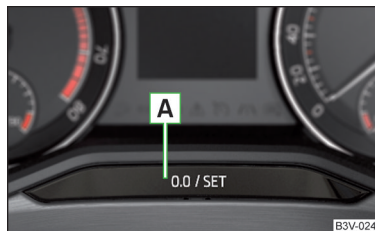

Fig. 27
- ▶ Apăsați tasta **A** » fig. 27 și mențineți-o apăsată, până când pe afișaj se afișează opțiunea de meniu **Service**.